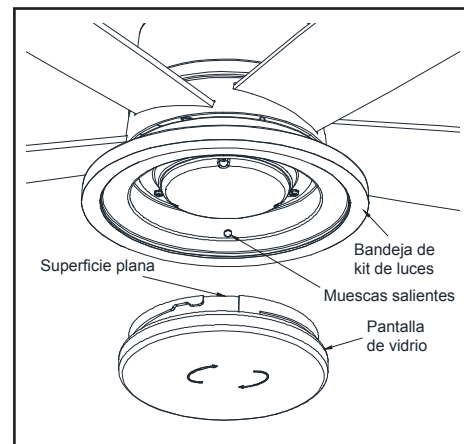

Figura 16
5. Coloca la pantalla de vidrio dentro de la carcasa kit de luces alineando las tres áreas planas en la parte superior de la pantalla con las tres muescas salientes en la carcasa. Gira la pantalla de vidrio de izquierda a derecha hasta que se detenga. (Figura 16)